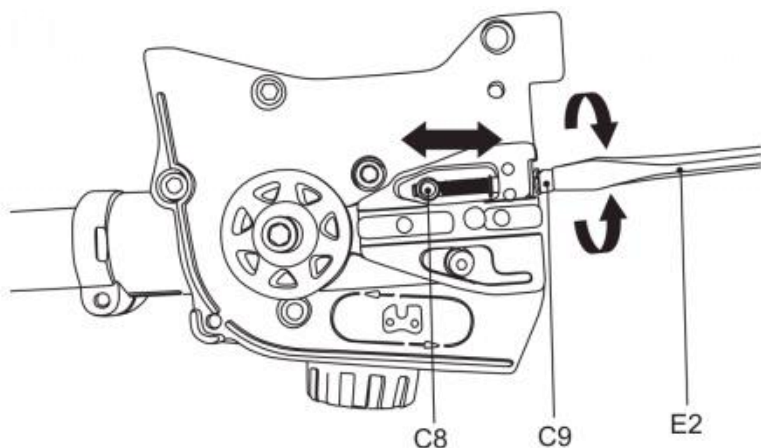

Fig. 9
5) Gebruik het schroevendraaiertje van de multitool (E2) om de kettingspanschroef (C9) tegen de klok in te draaien, waarna de spanpen (C8) naar links wordt verplaatst. Als de kettingspanschroef (C9) met de klok mee wordt gedraaid, wordt de spanpen (C8) naar rechts verplaatst. (Afb.9)